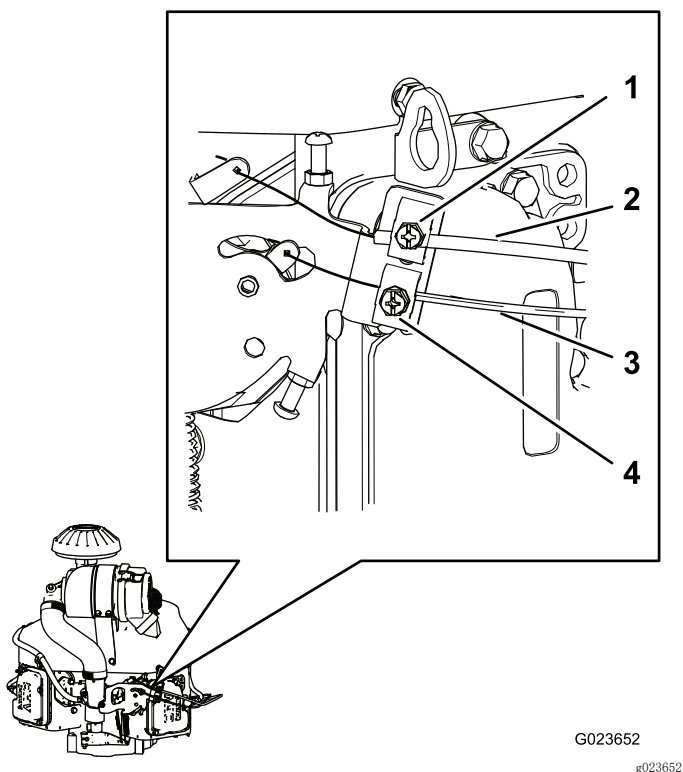

图65
2. 松开将油门拉线外壳固定到发动机上的夹紧螺丝 (图65)。
4. 向上拉油门拉线的外壳（图65），直至油门拉线几乎完全绷紧，然后旋紧夹紧螺丝。
2. 松开将阻风门拉线外壳固定到发动机上的夹紧螺丝（图65）。
5. 向上拉阻风门拉线的外壳（图65）、直至阻风门拉线几乎完全绷紧、然后旋紧夹紧螺丝。